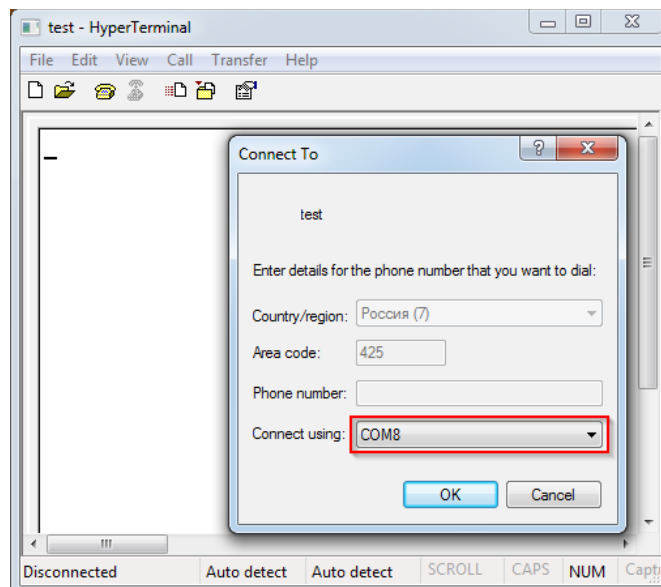

Рис.25. HyperTerminal. Выбор COM-порта.
3. Выберите номер COM-порта, к которому подключён модем, и нажмите "OK" (Рис.25).